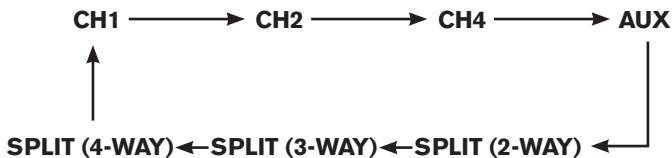

Abb. 3 Festlegung der Reihenfolge der Quellen
- Quellen, die im Menü ausgeschaltet wurden, werden übersprungen (Beispiel in Abb. 3 zeigt die Reihenfolge, wenn CAM/INPUT 3 ausgeschaltet ist).